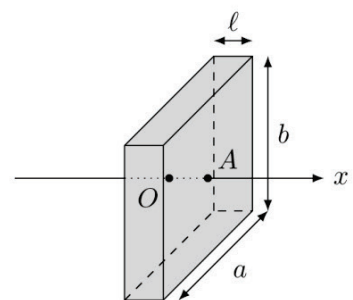

Figure 9
**IV.A** – On étudie tout d'abord le transport thermique à travers un objet solide parallélépipédique, de dimensions  $a \times b \times \ell$  avec  $a \gg \ell$  et  $b \gg \ell$ , lorsque les faces repérées par les points  $O$  et  $A$  sont uniformément aux températures  $T_1$  et  $T_0$  respectivement (cf figure 9). L'objet est caractérisé par sa masse volumique  $\mu$ , sa capacité thermique massique  $c$  et sa conductivité thermique  $\lambda$ . L'origine de l'axe des  $x$  est prise en  $O$ .